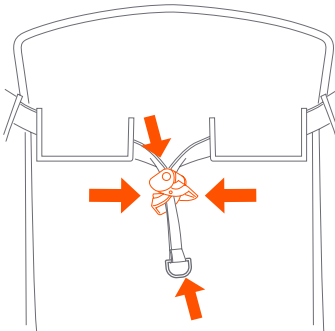

Fig. 6
6) • Pour incliner le siège, appuyer ensemble sur les extrémités du clip et tirer vers le bas. Pour mettre le siège en position verticale, appuyez sur les extrémités de l'agrafe ensemble, maintenez le cerceau et poussez vers le haut (Fig. 6).